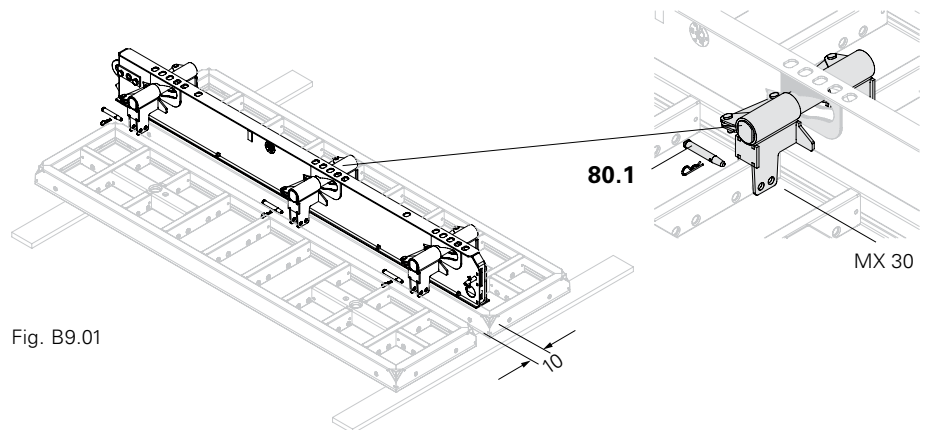

Fig. B9.01
1. Inserire il dispositivo di disarmo (80) tra due elementi-telaio MAXIMO.
- (Fig. B9.01)